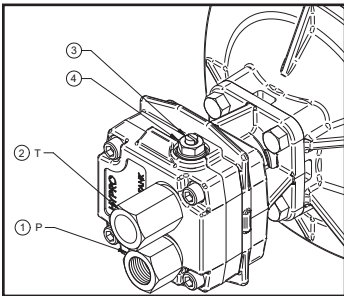

Figure 27
1. Ne pas utiliser d'orifice de restriction à l'entrée du moteur (P) **(1 sur la figure 27)**
2. S'assurer que la vis de dérivation est fermée et bloquée à l'aide du contre-écrou **(4 sur la figure 27)**